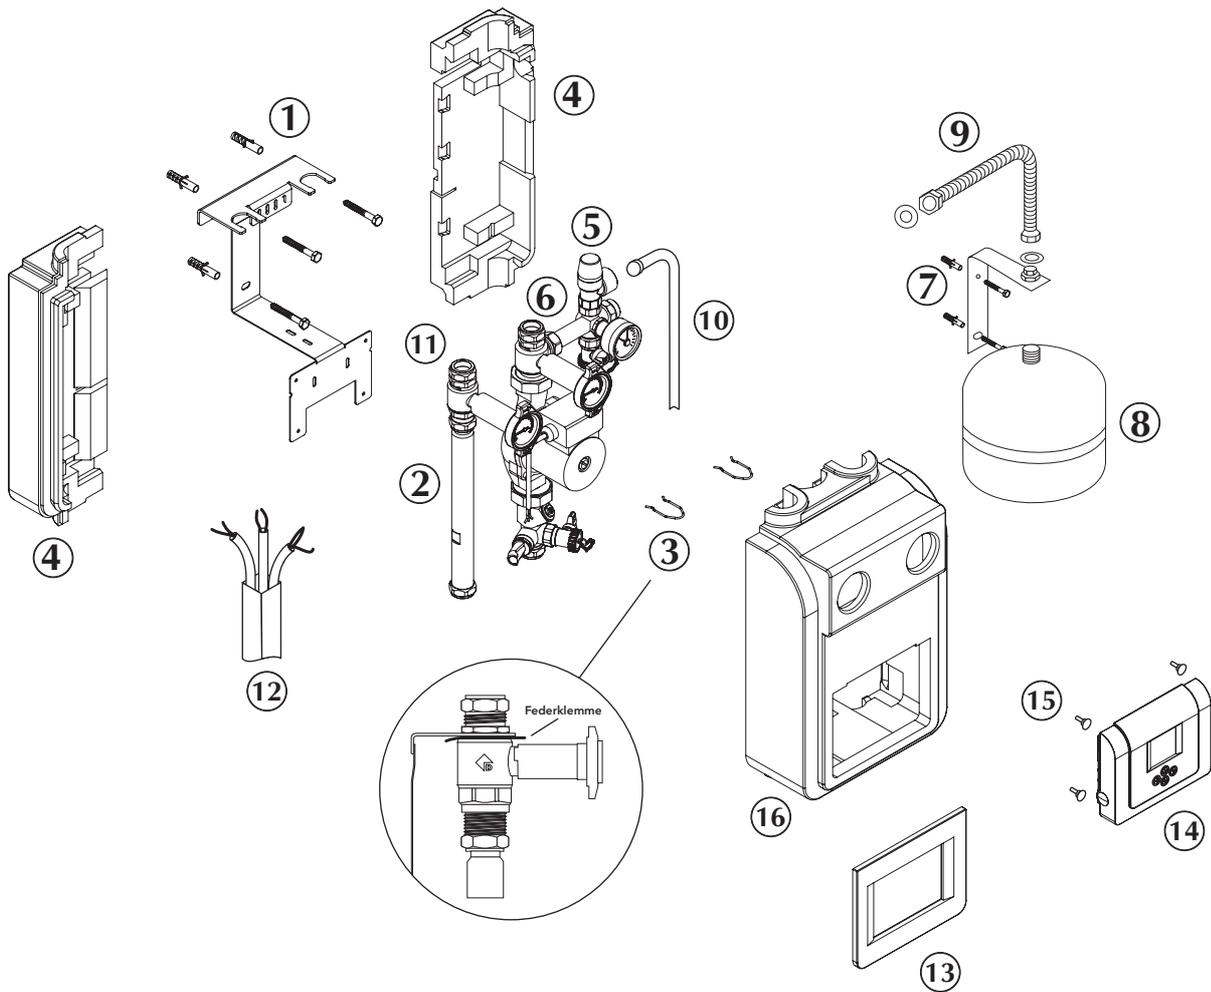

Bild 4 CIRCO 5 Solarkeisstation und ihre Bauteile (Nummerierung siehe Zahlen in Klammern bei den Montageschritten)
1. Wandhalter (1, s. Bild 4) an der vorgesehenen Fläche mit einer Wasserwaage ausrichten, die 3 Bohrungen anzeichnen, bohren und mit den beiliegenden Dübeln und Schrauben befestigen.
2. Die beiden Armaturenstränge (2 + 6) in die vorgesehenen Aussparungen des Wandhalters aufschieben und mit den beiden Federklemmen (3) unterhalb des Halblechs sichern.
3. Die beiden rückseitigen Isolierhälften (4) mit den Aussparungen auf dem Wandhalter dicht zusammenschieben.
4. Die Sicherheitsarmaturen (5) mit der beiliegenden  $\frac{3}{4}$ "-Dichtung an den freien Abgang der Rücklauftemperatur (6) mit Maulschlüssel SW30 anschließen.